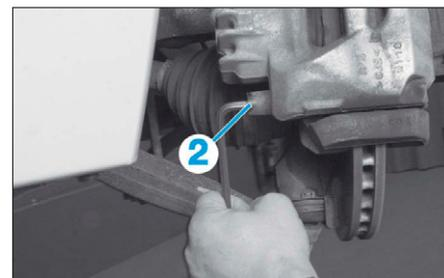

FIG. 8
- les vis de fixation (2) de l'étrier (Fig.8),